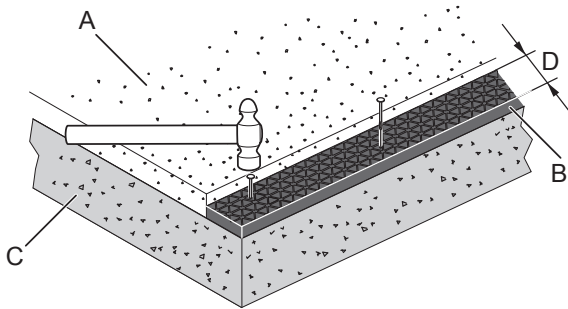

Fig. 16: Feste gummibåndet
1. Plasser det 200 mm brede (D i Fig. 16) gummibåndet (B i Fig. 16) på baksiden av båsen.
2. Innrett det første båndet i forhold til skumlaget (A i Fig. 16).
3. Bor hull (Ø 6 mm, 7 mm eller 8 mm) gjennom de fire forberedte hullene i gummibåndene. Bor 77–80 mm ned i betongen. (C på Fig. 16).